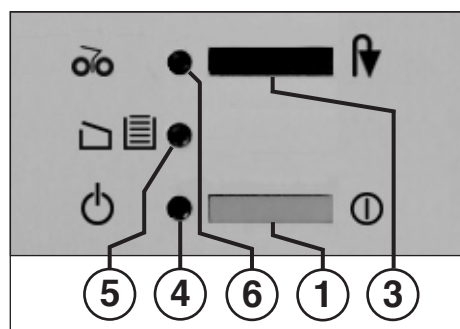

Рис. 1
1 = Переключатель (рис. 1)
3 = Переключатель “Обратный ход” (рис. 1)
“Готовность к работе” (рис. 1)
5 = Контрольная лампочка (рис. 1)
“Скопление бумаги” (рис. 1)
- Включите машинку с помощью переключателя (1) (рис. 1). Загорается контрольная лампочка (4) (рис. 1).
Если приемный мешок наполнился измельченной бумагой до краев, то измельчитель останавливается. Загорается контрольная индикаторная лампочка “Приемный мешок переполнен” (5) (рис. 1). Проводите опорожнение приемного мешка следующим образом:
- Задвиньте выдвижную раму вместе с мешком внутрь измельчителя и закройте дверцу. Контрольный индикатор (5) (рис. 1) гаснет.
Следите за тем, чтобы прибор в ночное время был выключен с помощью переключателя (1) (рис. 1).
- Загорается контрольный индикатор (6) (рис. 1).
- Нажмите на короткое время клавишу обратного хода (3) (рис. 1).
- Контрольный индикатор (6) (рис. 1) гаснет.
если происходит перегрузка двигателя, то он отключается. Выключите прибор с помощью переключателя (1) (рис. 1).